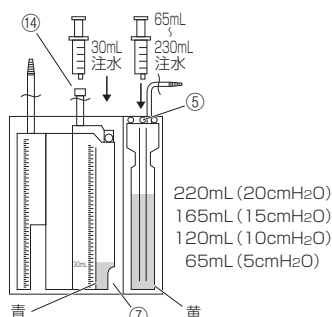

図1
3. 患者の胸部より低い位置に、本品が垂直になるように設置する。設置の際には、吊具①または回転スタンド⑨を使用すること。回転スタンド⑨は、90度回転させて使用し、転倒させないようにすること。
空気導入口（注水口）⑤から注水して設定圧の高さまで滅菌蒸留水または生理食塩水を満たす。注入された水は黄色になる。空気導入口（注水口）⑤にシリンジを差し込み吸引すると水位の調節が可能である。図1の注水量は目安であり、実際には設定圧の目盛を確認しながら注入操作を行うこと。